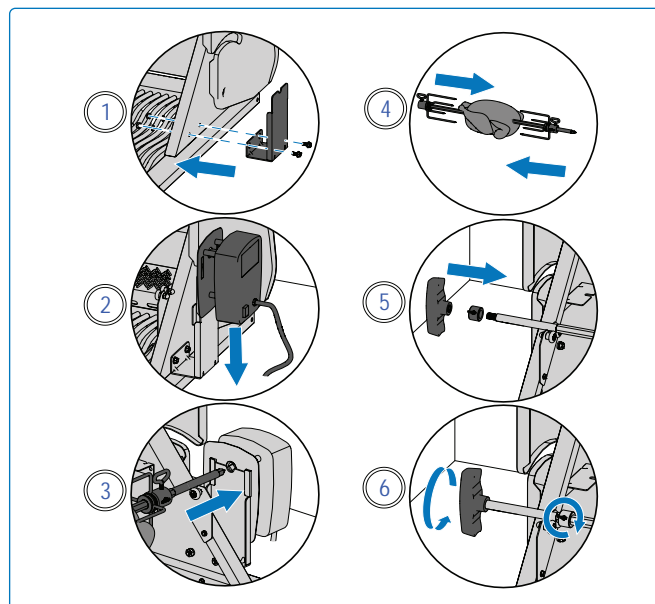

Рис. 6
5. Наденьте вторую вилку вертела на шампур и вдавите ее в курицу, чтобы все 3 тушки были плотно зафиксированы. Зафиксируйте (Рис. 6).